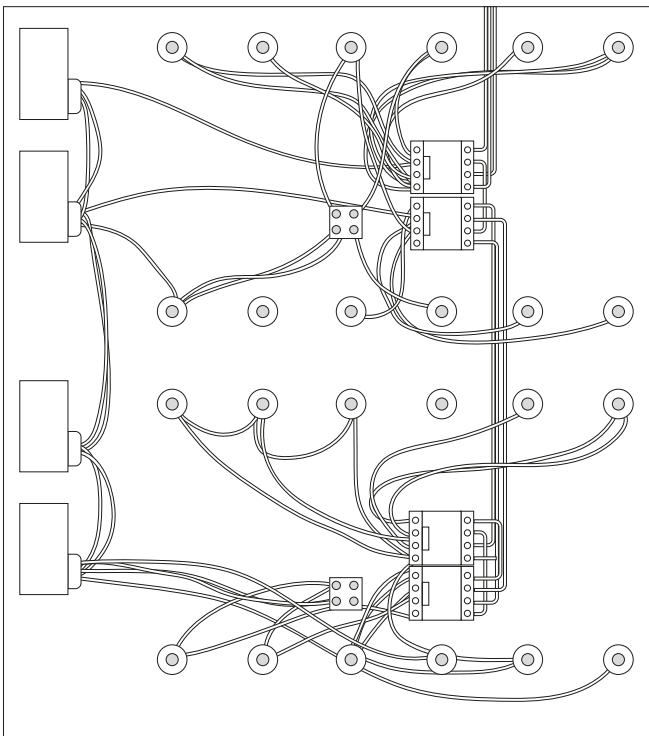

Рис. 6
9.4.12. Монтажная панель будет иметь вид, представленный на рис. 6.